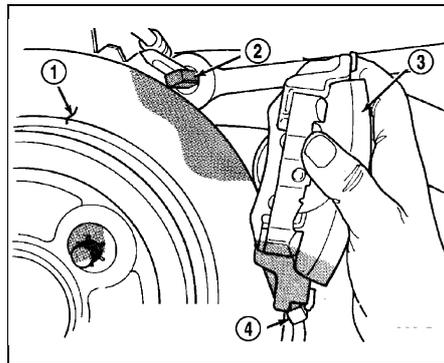

Рис. 14. Снятие/установка заднего тормозного суппорта. 1 - тормозной диск, 2 - переходник, 3 - суппорт, 4 - нижняя опора.
(4) Снимите тормозной суппорт с переходника дискового тормоза: первым движением поверните верх суппорта от диска, вторым движением поднимите суппорт и снимите его с переходника (рис. 14).
(5) Осторожно заведите суппорт и тормозные накладки по тормозному диску в нижнюю опору переходника (рис. 14). Поверните верх суппорта в положение установки на переходнике.